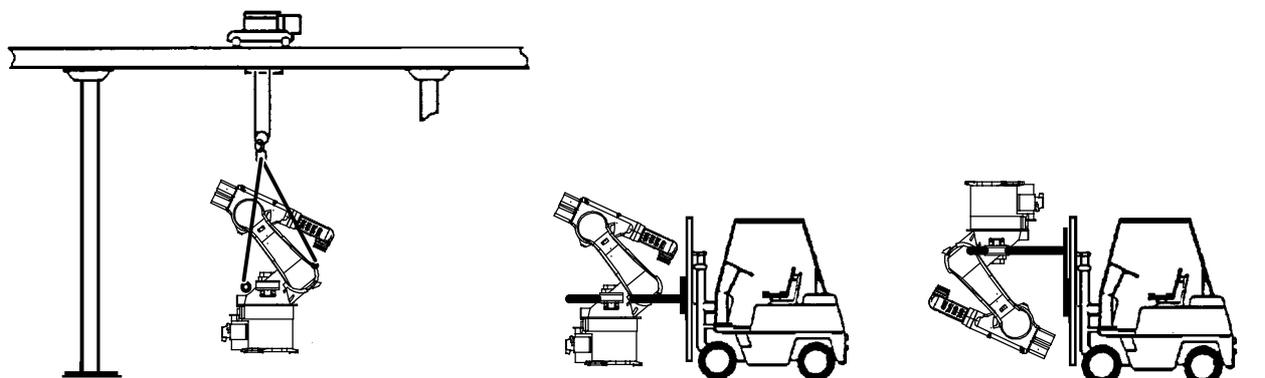

Fig. 42 Transport des robots montés au sol et au plafond
- Avec un harnais de transport et une grue (Fig. 42, à gauche)
- Avec un chariot élévateur à fourches (Fig. 42, à droite)